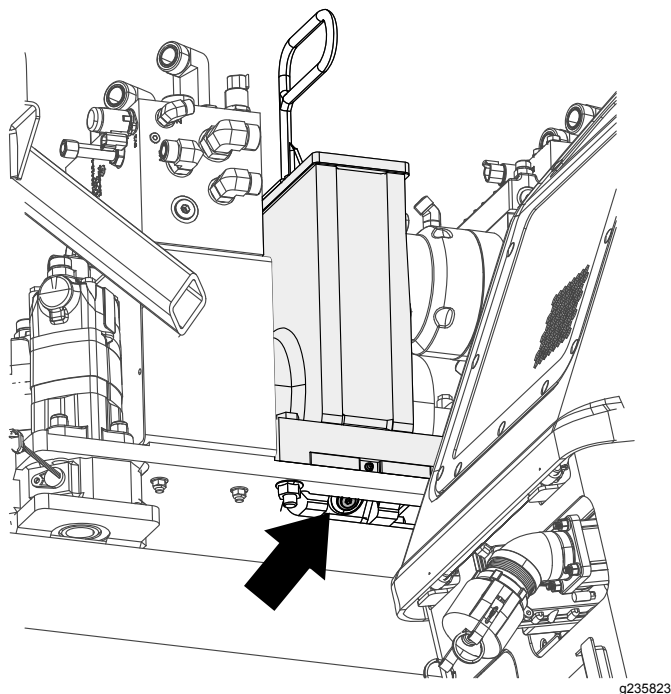

Рисунок 101
3. Снимите пробку сливного отверстия и слейте масло (Рисунок 101).